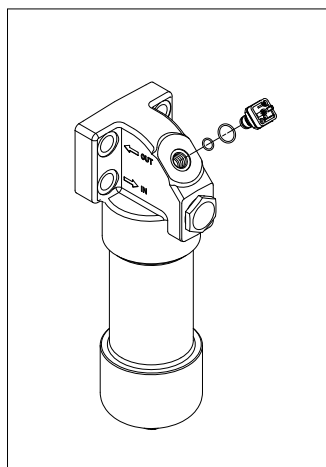

fig. 32
- (Fig. 32) Sostituire gli O-ring del corpo indicatore